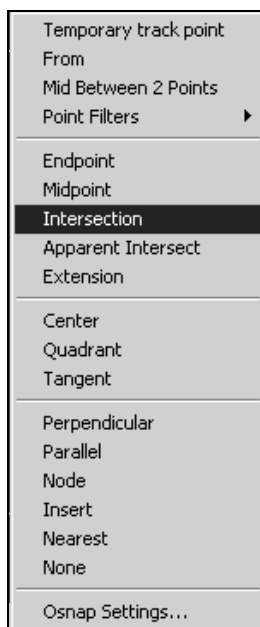

Рис. 3.4. Контекстное меню для выбора способа привязки к точкам объектов
По умолчанию в AutoCAD 2005 системная переменная MBUTTONPAN = 0, поэтому при однократном нажатии на колесико появляется контекстное меню объектной привязки (см. рис. 3.4).
- ☐ нажать клавишу <Shift> и, удерживая ее, нажать еще правую кнопку мыши и из появившегося контекстного меню (рис. 3.4) выбрать нужный способ привязки;
В AutoCAD 2005 появилась новая привязка к середине между двумя указанными точками. В контекстном меню (см. рис. 3.4) она вызывается после выбора